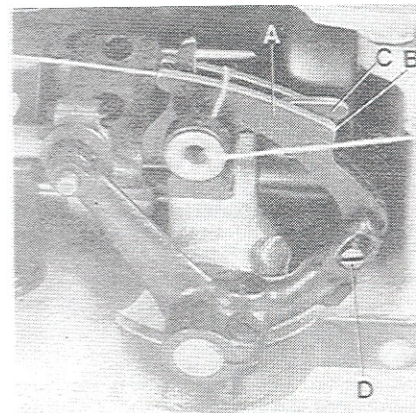

Fig.13
On the two thread double locked stitch styles, the height of the looper thread take-up (A, Fig. 13) is set so, that the cast-off hook (C) forces the looper thread over the corner (B) of the looper thread take-up (A) at the time the point of the descending needle is flush with the lower edge at looper or projects up to 1 mm (.040 in.) below the lower edge of looper.
For setting the looper thread take-up loosen screw (D, Fig. 13). When the needle point is positioned above the lower edge of looper, the looper thread take-up (A) has to be raised accordingly. When the needle point is positioned more than 1 mm (.040 in.) below the lower edge of looper, the looper thread take-up (A) has to be lowered accordingly. Retighten screw (D).
Bei den Zweifaden-Doppelkettenstichmaschinen wird die Höhe des Greiferfadenaufnehmers (A, Fig. 13) so eingestellt, daß der Greiferfadenabzugshaken (C) den Greiferfaden zu dem Zeitpunkt über die Ecke (B) am Greiferfadenaufnehmer (A) zieht, wenn die Spitze der sich nach unten bewegendes Nadel mit der Unterkante des Greifers bündig ist oder bis zu 1 mm unterhalb der Greiferunterkante steht. Fädeln Sie den Greiferfaden ein, drehen Sie die Riemenscheibe in Nährichtung und merken Sie sich die Stellung der Nadelspitze zur Greiferunterkante zum Zeitpunkt wo der Greiferfadenabzugshaken (C) den Greiferfaden über die Ecke (B) zieht.
Zur Einstellung des Greiferfadenaufnehmers lösen Sie die Schraube (D, Fig. 13). Steht die Nadelspitze oberhalb der Greiferunterkante muß der Greiferfadenaufnehmer (A) entsprechend höher gestellt werden. Steht die Nadelspitze mehr als 1 mm unter der Greiferunterkante, muß der Greiferfadenaufnehmer entsprechend tiefer gestellt werden. Ziehen Sie die Schraube (D) wieder an.